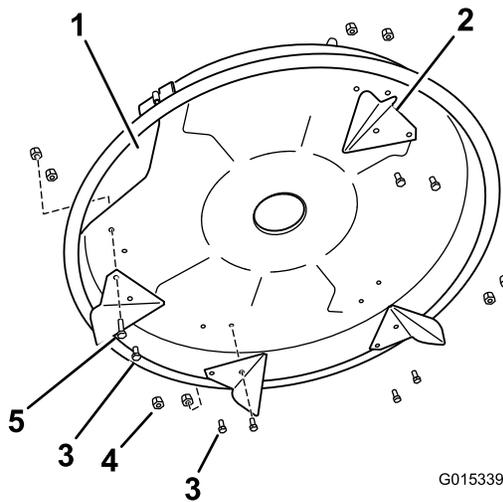

Figura 2
2. Fissate le piastre al tosaerba utilizzando sette bulloni (5/16 x 3/4 pollice), un dado (5/16 pollice) (5/16 x 1-1/4 pollici) e otto dadi di bloccaggio (5/16 pollice). Accertate che il bullone più lungo sia utilizzato per il bloccaggio più vicino all'apertura di scarico sul piatto in modo da contenere in seguito il coperchio di mulching (Figura 2).